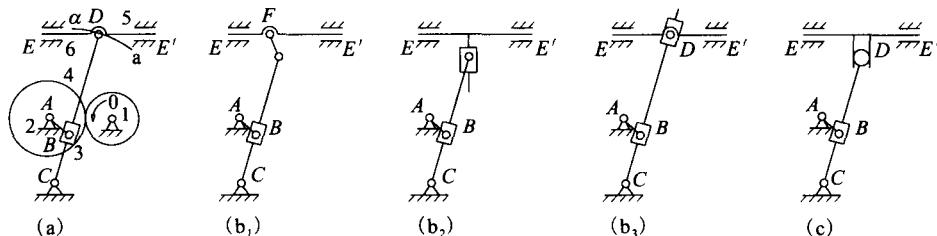
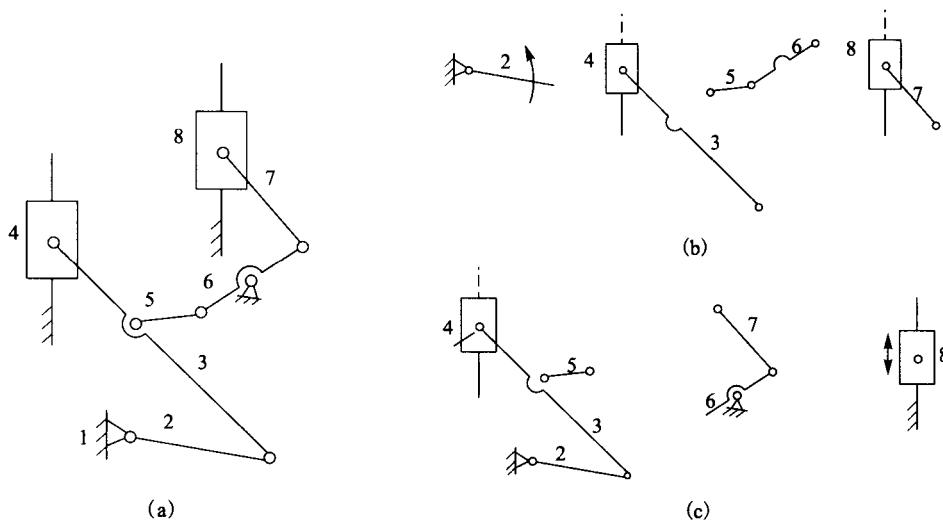

图 1-1
图 1-2
**例1** 图1-1(a)所示为一牛头刨床的初拟设计方案。设计思路是：动力由小齿轮1输入，并推动大齿轮2绕其轴A连续转动，又通过铰接在大齿轮2上B处的滑块3使摆动导杆4往复摆动，并带动滑枕5往复运动以达到刨削的目的。分析其运动是否能实现设计意图，并提出修改方案。
**【解答】** 由图知， $n=5$ ,  $p_L=7$ ,  $p_H=1$ ，于是该机构的自由度  $F=3n-2p_L-p_H=3\times 5-2\times 7-1=0$ ，计算结果表明此刨床机构不能运动。事实上，此机构也根本不能动。因为构件 4 与构件 5 的铰接点 D 不能同时实现沿  $EE'$  方向运动又沿  $\alpha\alpha$  弧线（即以 C 为圆心， $l_{CD}$  为半径的圆弧）运动，故该机构不能实现设计意图。故需在 D 处增加 1 个自由度，其改进后的方案如图 1-1 (b1~b3) 所示，它们的自由度都是 1。此时，机构的原动件（齿轮 1）数目等于该机构的自由度数目，故该机构具有确定的运动，可实现设计意图。
①增加机构自由度的方法是：在机构的适当位置上添加一个构件和一个低副 [见图 1-1 (b1~b3) 所示的 3 种情况]，或用一个高副去代替一个低副 [见图 1-1 (c)]。
②从机构运动观点来看，机构的结构组成改进往往有多种方案。如本例除上述在转动副 D 处的 4 种改进方案外，还可以在转动副 C 处通过增加一个自由度的方法来改进，同样也有类似上述 4 种情况（此时的刨床机构为Ⅲ级机构，请读者自己分析）。至于实际选定哪一种方案为好，还必须考虑其他的因素加以分析比较后决定。
**例 2** 计算图 1-2 (a) 所示机构的自由度，分别以 2、8 为原动件，确定机构的杆组及机构的级别。
以 2 为原动件：如图 1-2 (b) 7、8 构件，5、6 构件，3、4 构件构成Ⅱ级杆组。
以 8 为原动件：如图 1-2 (c) 所示。